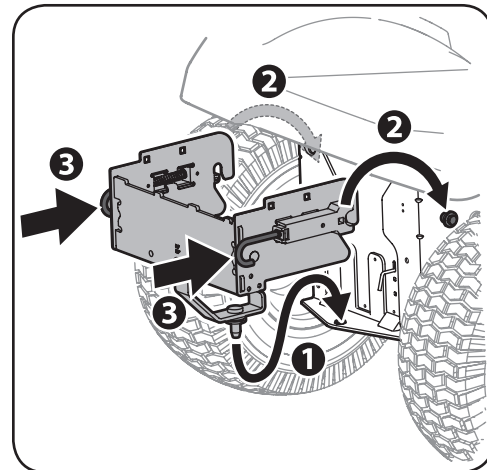

Figure 2-5
3. Glissez la goupille en l'inclinant légèrement, à l'arrière du cadre de la tondeuse, dans le bas de l'ensemble de support dans l'adaptateur d'attelage. Consultez le no 1 à la Figure 2-5.
4. Entrez doucement l'ensemble de l'attache d'attelage sur les boulons d'épaulement, sur les côtés du cadre de la tondeuse. Consultez le no 2 à la Figure 2-5.
5. Enlevez les goupilles en j de l'arrière de l'ensemble du support. Consultez le no 3 à la Figure 2-5.